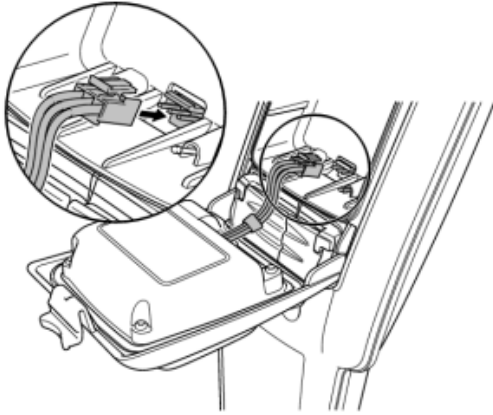

图 4.5：锂离子电池组连接
并将电池引线插入电池连接器（见图 4.5）
2. 如果使用锂离子电池组，请拔下导线接头（参见图 4.5）。